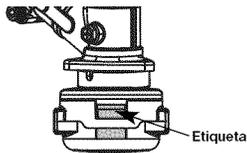

Fig. 19
- Desenrosque la línea vieja de la bobina y sáquela del orificio central de la bobina. (Fig. 19)
- Vuelva a colocar el carrete interior en la bobina exterior (Fig. 19).